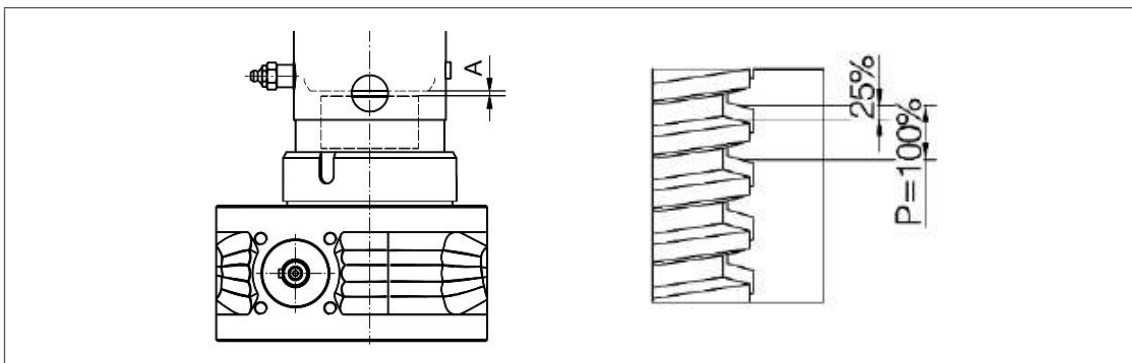

Fig. 16: Porca de segurança SIFA: Dimensão „A“ para comparação durante o ensaio de desgaste
3. Se estiver montada uma porca de segurança SIFA. Medir a medida „A“ e anotá-la (ver Fig. 16). Esta medida no estado original, serve de comparação durante a operação posterior e é necessária para poder avaliar o desgaste mais tarde (ver capítulo 7.1.1., página 28).